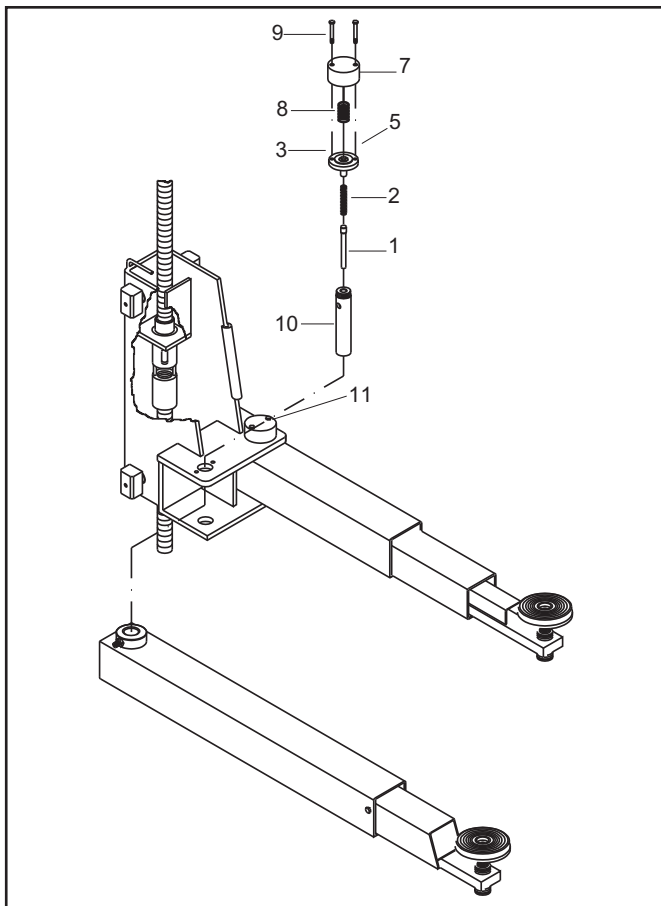

Fig.43 - Abb.43
4 - (Fig.43) Inserire il perno spingimolla (1) nella spina dentata (10) e successivamente la molla (2), avendo cura di ingrassare le suddette parti prima di montarle.
4 - (Fig.43) Insert the spring pressure pin (1) into the hollow core of the splined dowel pin (10) and then fit the spring (2). Grease the parts before assembling.
4 - (Fig. 43) Enfiler la tige poussoir (1) dans l'axe cranté (10), puis le ressort (2) après avoir enduit ces pièces de graisse.
4 - (Abb.43) Den Federdrückzapfen (1) und dann die Feder in den gezahnten Stift (10) einsetzen; beachten, daß diese Teile vor dem Einsetzen gut geschmiert werden.
4 -(Fig. 43) Colocar el perno para fijación resorte (1) en el perno estriado (10) y después el muelle (2), teniendo cuidado de engrasar dichas piezas antes de montarlas.